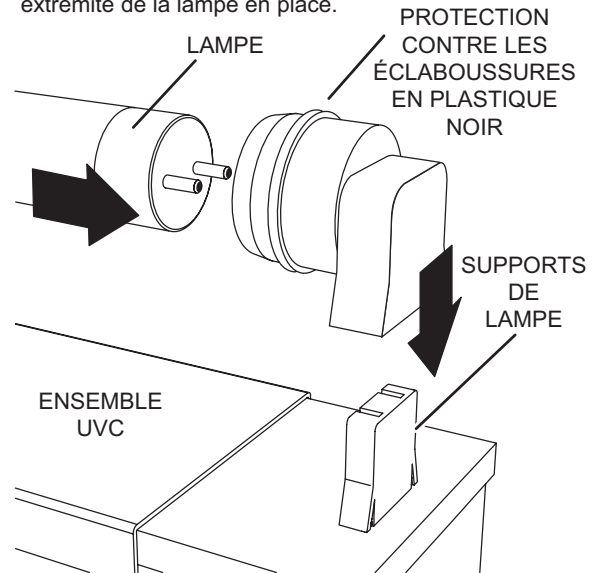

FIGURE 26
- 6 - Attendre 10 minutes avant de toucher la lampe. Ensuite, retirer avec précaution les protections contre les éclaboussures de la lampe (et la lampe pour le remplacement annuel) de chacun des supports de lampe. Voir FIGURE 26.